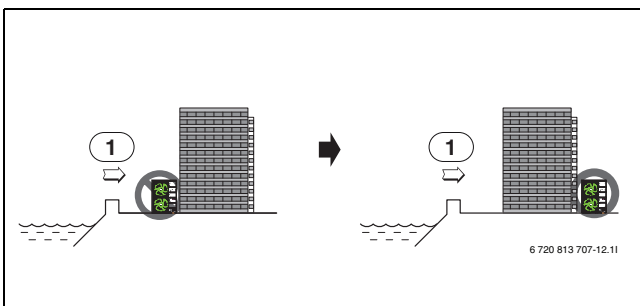

Fig. 13
- ▶ Placer l'unité extérieure du côté opposé aux vents marins (→ fig. 13).